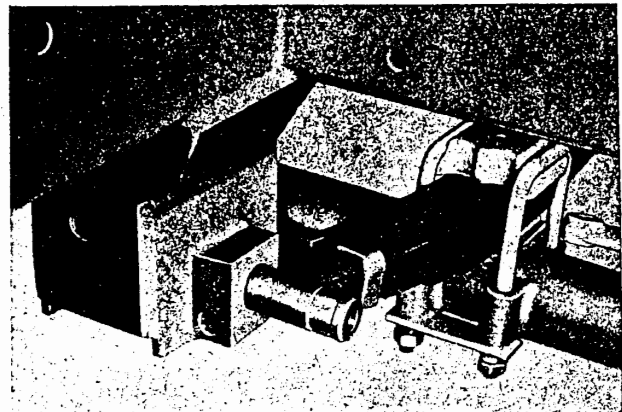

Bild V 3. Demontage bzw. Montage des Federbolzens
8. Federbolzen mit Hilfe eines Dornes ausschlagen (Bild V 3).